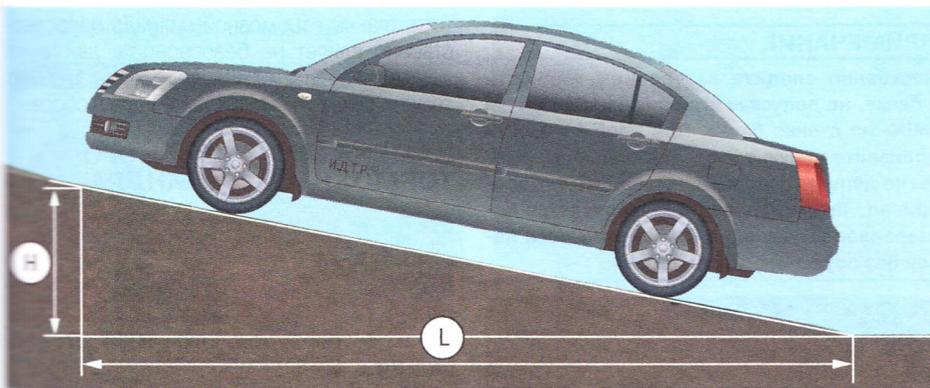

Рис. 9.6. Проверка стояночного тормоза
1. Для проверки правильности регулировки стояночного тормоза найдите вблизи места стоянки вашего автомобиля эстакаду или попуточный пандус высотой  $H = 1,25$  м при длине въезда  $L = 5$  м (рис. 9.6). Такое соотношение соответствует уклону 25%.